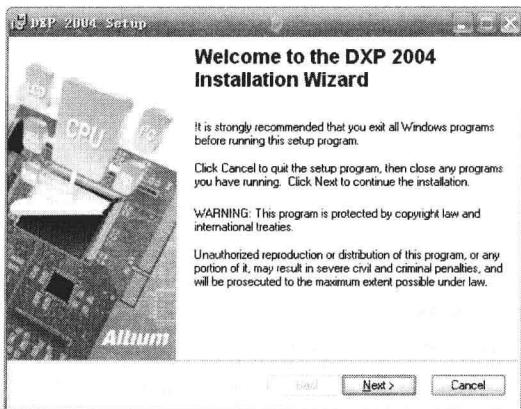

图 1-1 安装向导欢迎窗口
(1) 打开安装目录文件夹，双击“Setup.exe”文件，系统将弹出安装向导欢迎窗口，如图 1-1 所示。